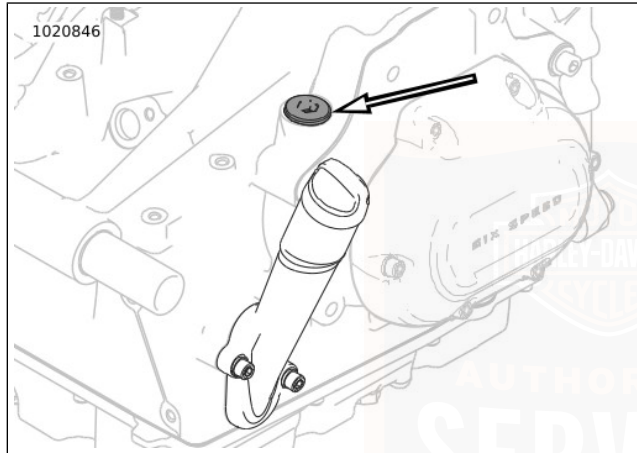

Abbildung 48. Lage des Getriebeeinfüllverschlussstopfens/Ölmesstabs
3. Siehe Abbildung 48. Den Getriebeeinfüllverschlussstopfen/Ölmessstab entfernen. Den Ölmessstab sauber wischen.
1. Siehe Abbildung 48. Den Getriebeeinflussverschlussstopfen/Ölmesstab entfernen.